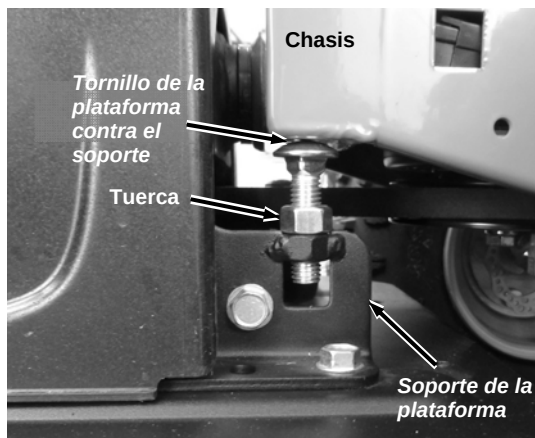

Figura 24
1. Afloje ambas tuercas de seguridad con una llave de 3/4" mientras sujeta la parte cuadrada de los tornillos de transporte con una llave de 1/2" (**Figura 24**).